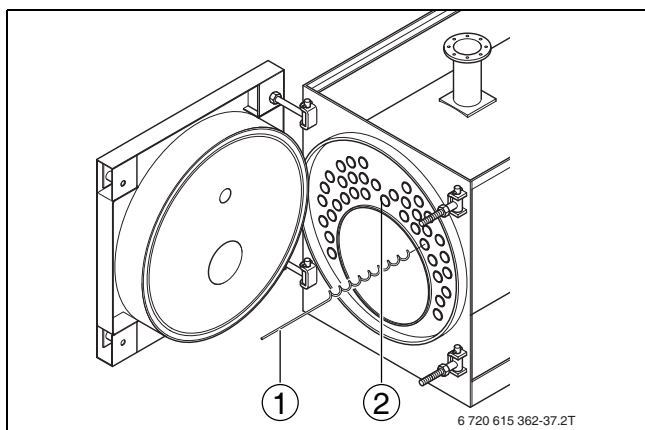

Рис. 44 Корректировка предварительного напряжения турбулизаторов
- ▶ Задвиньте турбулизаторы (→ рис. 44, [1]) в дымогарные трубы 2-го хода (→ рис. 44, [2]).